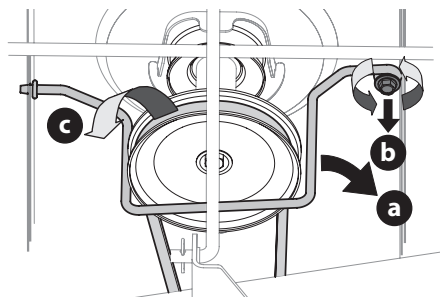

Figura 26
3. Retire la varilla de la guarda de la correa (a) de alrededor de la polea del motor del tractor, sacando el tornillo autorroscante (b) que le asegura (Figura 26).
4. Retire la correa (c) de alrededor de la polea del motor del tractor y de las poleas locas (Figura 26).